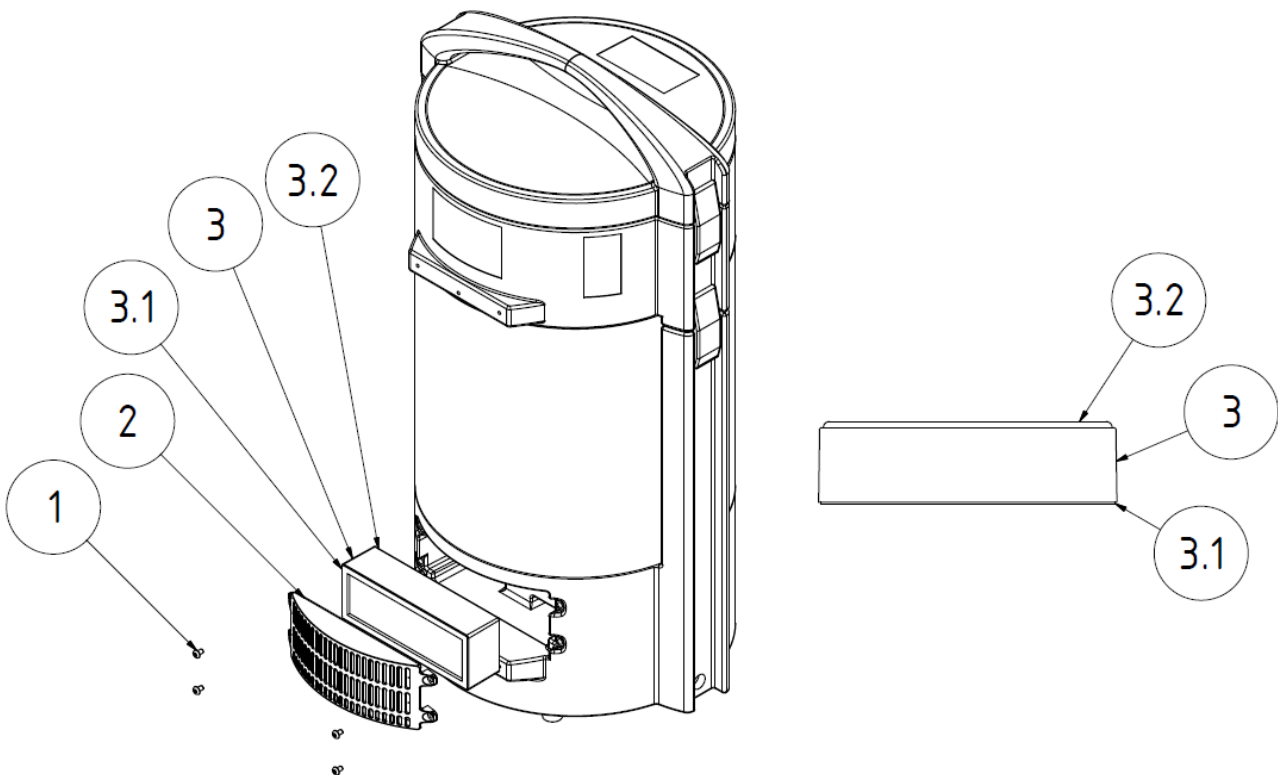

Рис. 5, замена фильтра тонкой очистки
- Отверните винты (рис. 5, поз. 1).
- Снимите крышку (рис.5, поз. 2).
- Затем установите в MiniFil новый фильтр тонкой очистки. Следите за тем, чтобы вспененное уплотнение, указанное на рис. 5, поз. 3.2, согласно изображению было повернуто к внутренней стороне аппарата.